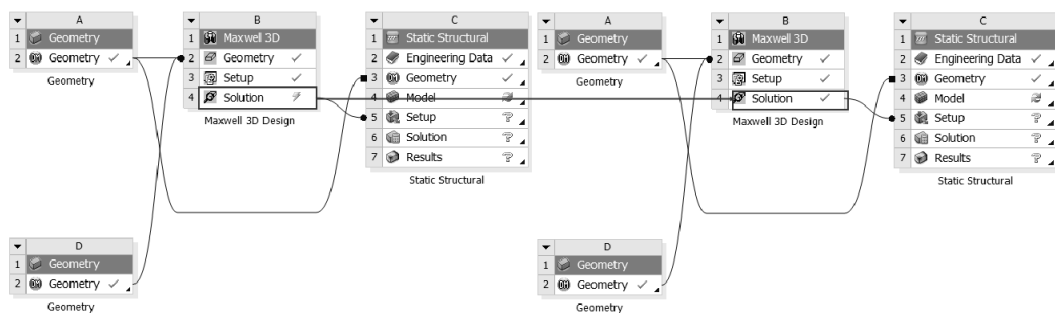

图 19-105 数据传递
Step3：体积力密度数据传递。在 Workbench 主窗口 B4 (Solution) 中右击，在弹出的快捷菜单中选择 Update 命令，经过数分钟的计算，B4 (Solution) 表格由 变成 ，如图 19-105 所示，说明 B4 数据已经更新完成。